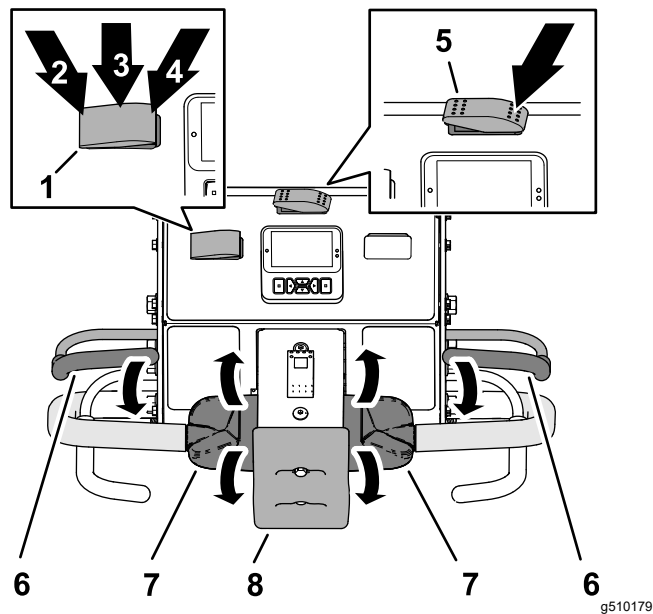

Figure 74
1. Placez la commande de transport/aération à la position TRANSPORT (Figure 74).